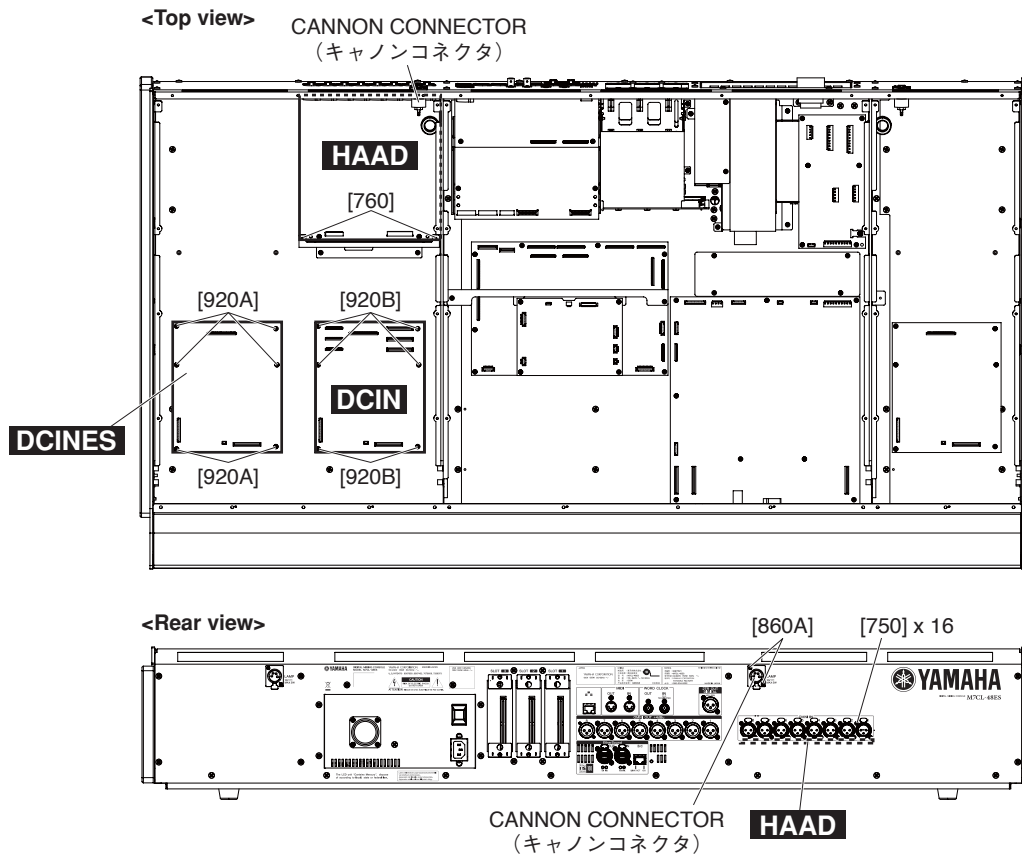

Fig. 8 (図 8)
- B-1-3 Remove the two (2) screws marked [860A]. The Cannon connector can then be removed. (Fig.8)
- B-1-3 [860A] のネジ 2 本を外して、キャンンコネクタを外します。(図 8)
- B-2-3 Remove the sixteen (16) screws marked [750], and two (2) screws marked [760]. The HAAD circuit board can then be removed. (Fig.8)
- B-2-3 [750] のネジ 16 本と [760] のネジ 2 本を外して、HAAD シートを外します。(図 8)
- B-3-3 Remove the six (6) screws marked [920A]. The DCINES circuit board can then be removed. (Fig. 8)
- B-3-3 [920A] のネジ 6 本を外して、DCINES シートを外します。(図 8)
- B-4-3 Remove the six (6) screws marked [920B]. The DCIN circuit board can then be removed. (Fig.8)
- B-4-3 [920B] のネジ 6 本を外して、DCIN シートを外します。(図 8)